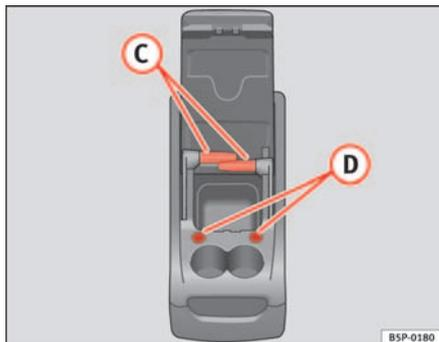

Fig. 112 Rangement mobile. Fonctions
Pour utiliser la table (C) ⇒ page 147, fig. 112, il faut l'extraire de son logement sur le côté du rangement mobile et la placer dans son logement (D) ⇒ page 147, fig. 112 sur la partie frontale du rangement mobile.